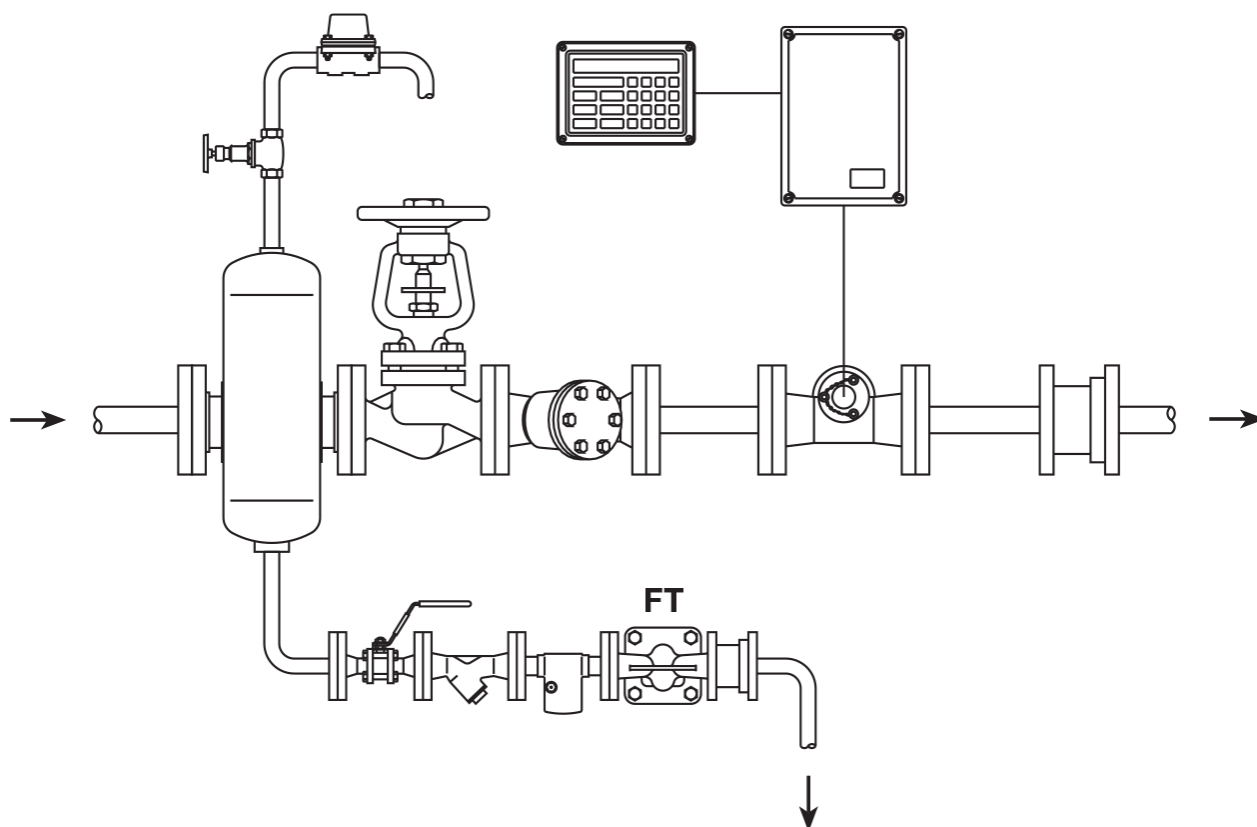

Fig. 6
- 3.5** Le purgeur doit être monté en charge par rapport au point de purge. Généralement, il est conseillé de le positionner 150 mm en dessous du point de purge tel que représenté à la Fig. 6. Si aucune dénivellation n'est prévue, il peut alors être possible (à faibles charges) que la vapeur s'intercale dans le condensat dans le bas de la tuyauterie et atteigne le purgeur.